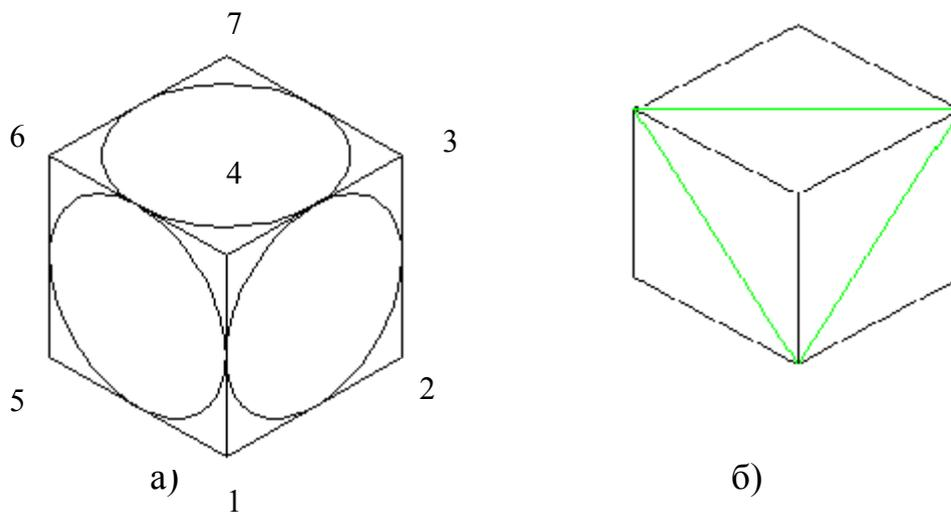

Рис. 2.11 Пример вычерчивания объекта в изометрии
Пример 1. Вычертить в изометрии куб, ребро которого 60 мм, а в каждую грань вписана окружность радиуса 30 мм (Рис. 2.11а).
9. С помощью команды **Линия** начертить диагонали граней куба (Рис.2.11 б).